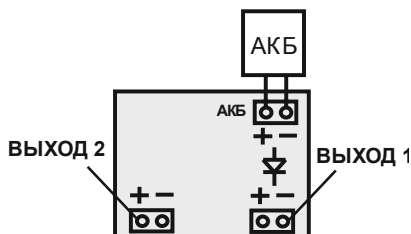

Рисунок 2 – Схема использования изделия в качестве зарядного устройства для АКБ
**Изделие представляет собой** устройство для заряда АКБ (см. рисунок 2), размещенное в металлическом корпусе, состоящем из днища и крышки.